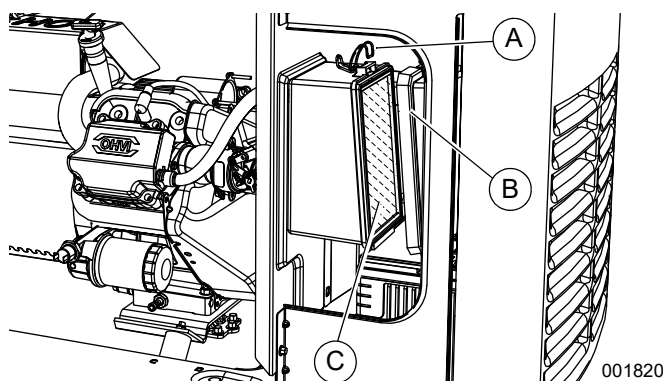
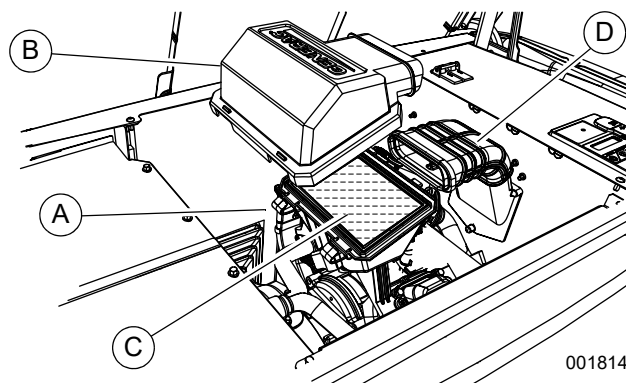

Figure 4-4. Entretien de l'épurateur d'air (10 kW)
Figure 4-5. Entretien de l'épurateur d'air (14 à 24 kW)
3. Voir Figure 4-4 ou Figure 4-5. Retirer les clips (A) et le couvercle de filtre à air (B).